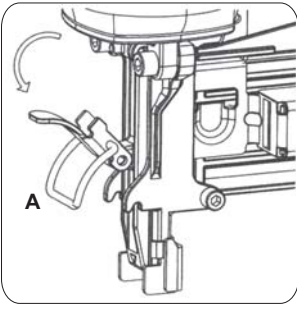

FIGURA 8
- Destrave o fecho (A) e com o auxílio de um alicate remova o acessório travado conforme mostrado na Figura 8;
- Após removê-lo, trave novamente o fecho (A), recarregue o magazine e conecte-o a rede de ar para acionar o equipamento.